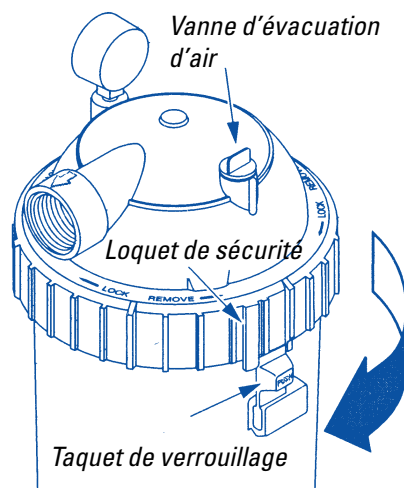

Figure 2
Pour ce faire, tournez la bague de fermeture DANS LE SENS DES AIGUILLES D'UNE MONTRE jusqu'au déclic, voir figure 2. Après le déclic, la bague de fermeture est accrochée dans le loquet de sécurité. Il n'est pas nécessaire de continuer à tourner la bague de fermeture. Dès que le filtre est sous pression, la bague de fermeture est bloquée fermement.
c) Tournez la bague de fermeture Posi™ jusqu'à ce que le taquet de verrouillage s'accroche derrière le loquet de sécurité, voir figure 2.